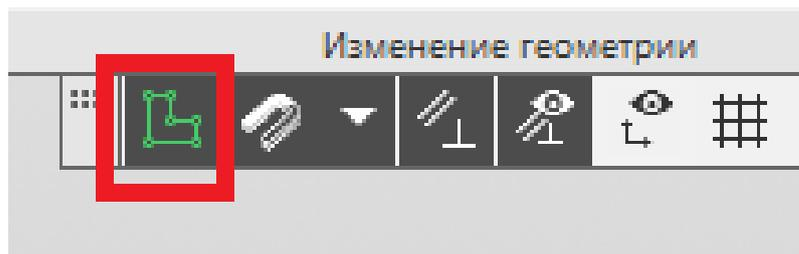

Рис. 151
23. Завершаем построение эскиза нажатием на пиктограмму «Создать эскиз» (рис. 151).